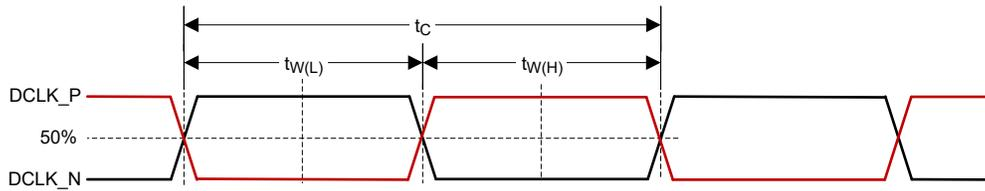

図 5-13. HSSI CLK の特性
- (6) HSSI のパルス持続時間 High および Low については、図 5-13 を参照します。